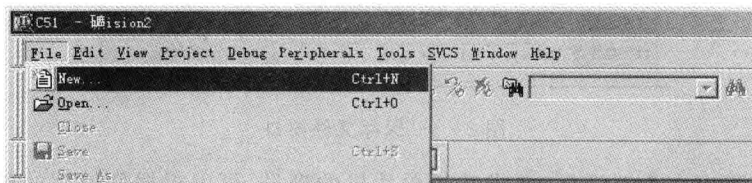

图 2-7 “File”菜单的“New”选项
(5)如图 2-7 所示,单击“File”菜单,再在下拉菜单中单击“New”选项。